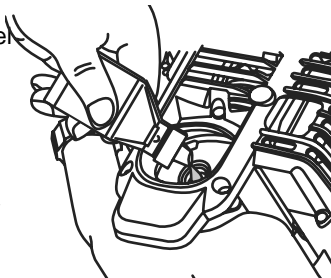

Fig. 18
- Vierta todo el contenido de la botella de aceite en el cigüeñal (Fig. 18).